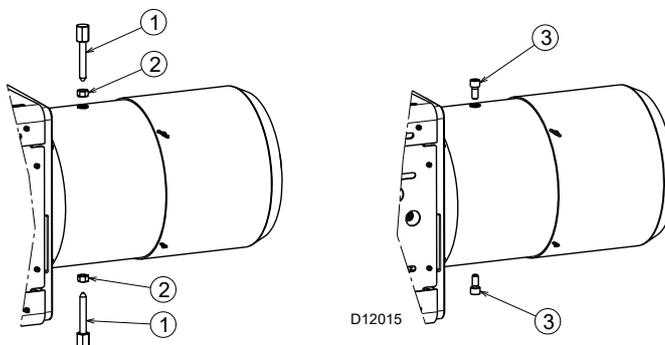

Abb. 13
- Vor der Montage des Brenners am Kessel müssen die Schrauben und Muttern 1)-2)(Abb. 13) entfernt werden. Sie sind gegen die beige packten Schrauben 3) M12x16 auszutauschen.